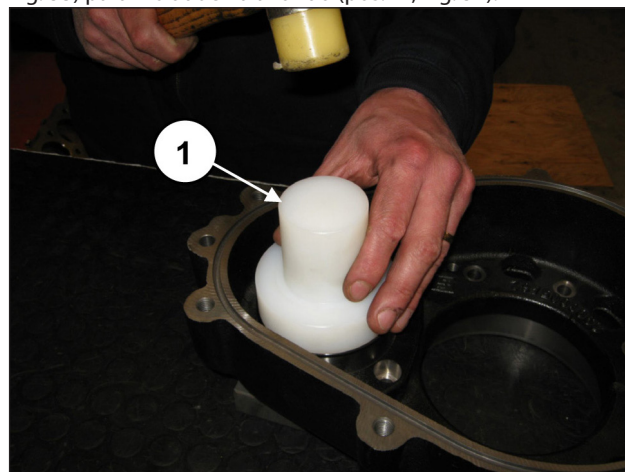
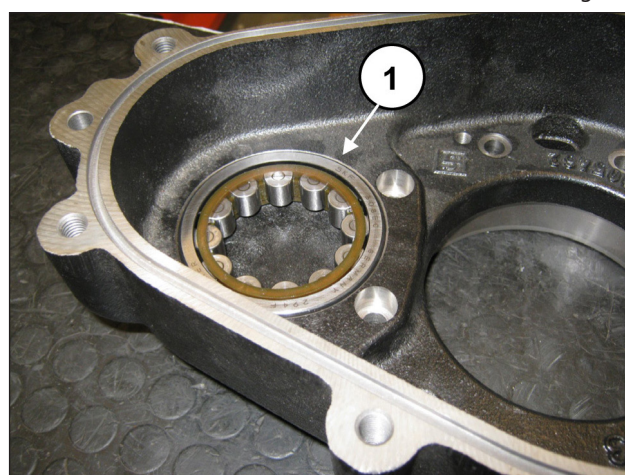

Fig. 53
Fig. 54
Premontar la anilla externa del cojinete del piñón en la caja del reductor utilizando la herramienta cód. 27604900 (pos. ①, Fig. 53) para introducirla a fondo (pos. ①, Fig. 54).